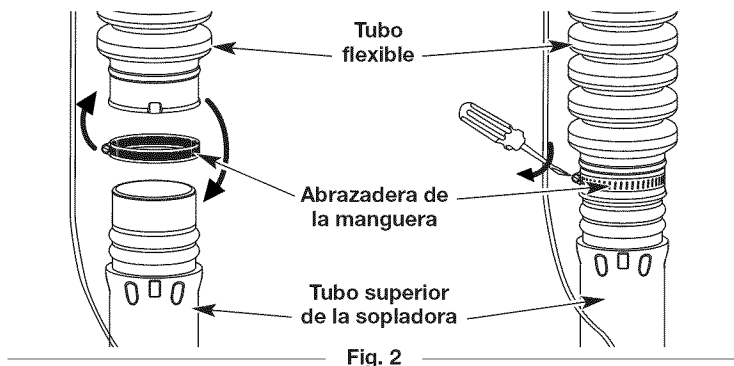

Fig. 2
1. Ponga una abrazadera de manguera alrededor del otro extremo del tubo flexible (Fig. 2).
2. Pase el tubo flexible y la abrazadera de la manguera por encima del tubo superior de la sopladora (Fig. 2).
3. Apriete el tornillo situado en la abrazadera de la manguera con un destornillador plano (Fig. 2).